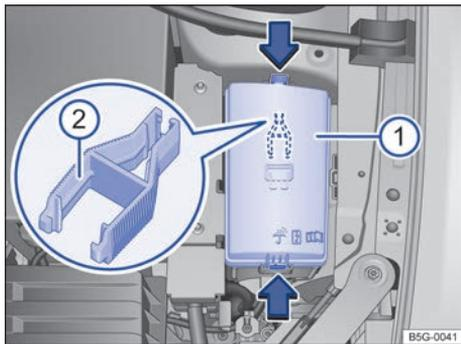

Fig. 187 En el vano motor: cubierta ① de la caja de fusibles con pinzas de plástico ②.
- Para desbloquear la cubierta de la caja de fusibles, presione las teclas de bloqueo en el sentido que indican las flechas → fig. 187 ①.